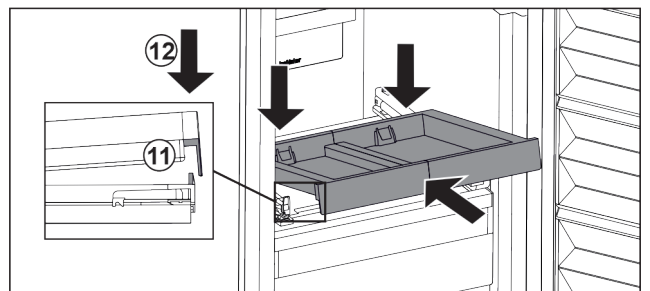

Fig. 84
- ▶ Schuin erin schuiven. Zorg ervoor dat de aanslag aan beide zijden achter de lip is. Fig. 84 (11)
- ▶ Uitschuifplateau aan voorzijde neerzetten. Fig. 84 (12)